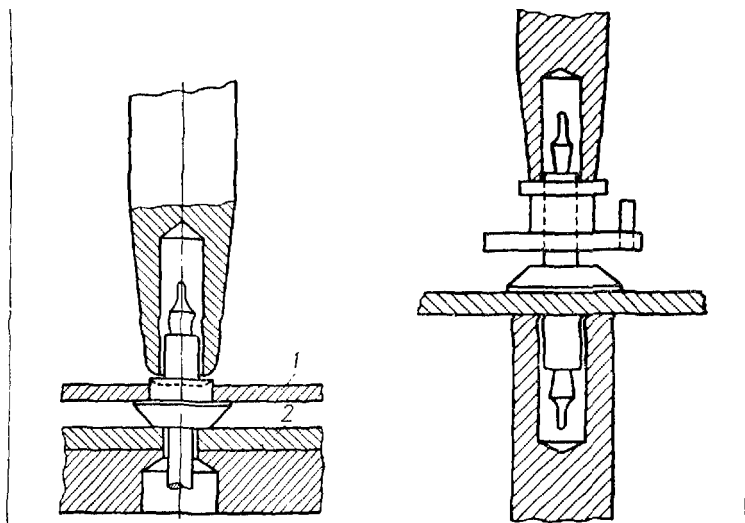

Рис. 163. Закріплення балансу на осі:
9. На рис. 163 показано метод закріплення балансу на осі за допомогою пуансону. При насадці на вісь баланс встановлюється на сталюму ковадлі (додатокі—Б, 11, 12).